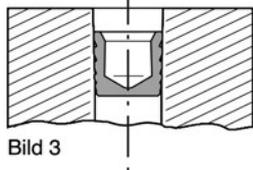

Bild 3
- LP-Dichtstopfen eingesetzt (Bild 3).